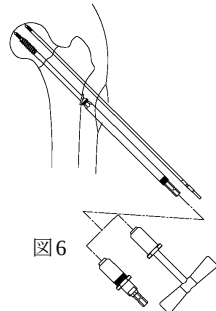

図6
- 4) 6.5CCS パワーピンドライバに T ハンドル/パワーピンアダプタを接続し、選択したキャニュレイテッドキャンセラススクリュー挿入します。(図6)